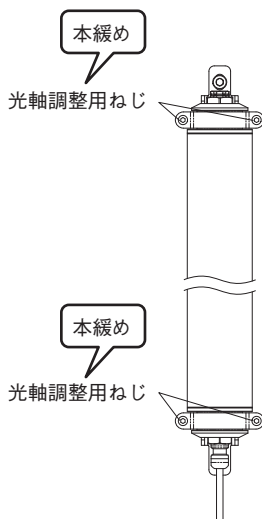

図5
5. 光軸調整用ねじを本締めし、センサの筐体を固定します。光軸調整用ねじの推奨締め付けトルクは、 $3.0\text{N}\cdot\text{m}$ です。(図5)